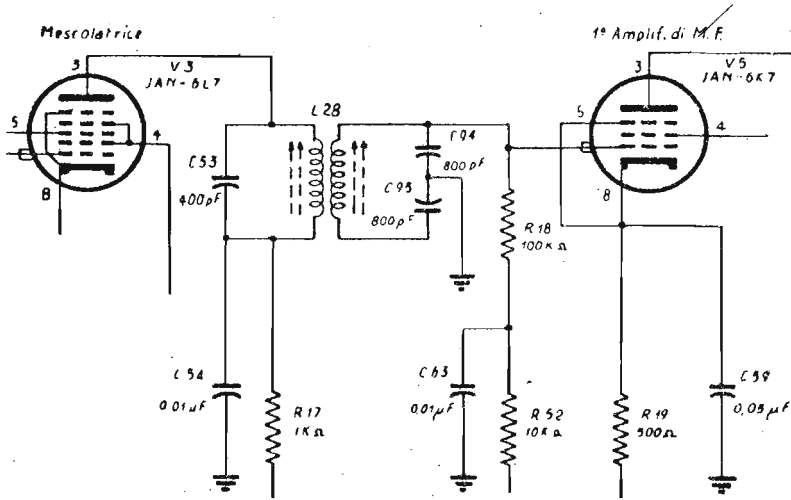

Fig. 10. Accoppiamento fra lo stadio mescolatore ed il 1° stadio di M.F.
3) Nei ricevitori BC 312-L ed M il secondario del trasformatore L 28 è sintonizzato dai due condensatori in serie C 94 e C 95, il cui punto di giunzione è collegato a massa (fig. 10).